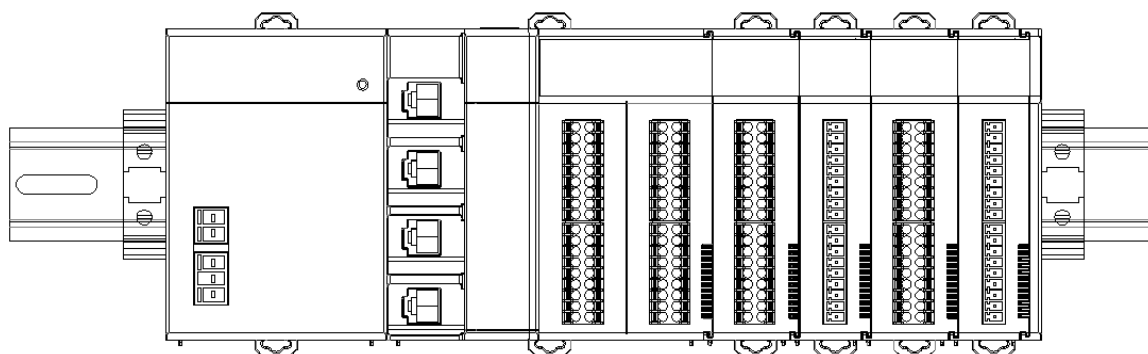

图6.8 PMC系列单元两侧的挡板
3. 若现场有震动，则建议在PMC系列单元两端补上挡板稳定所有模块。如图6.8所示的最左和最右的挡板。